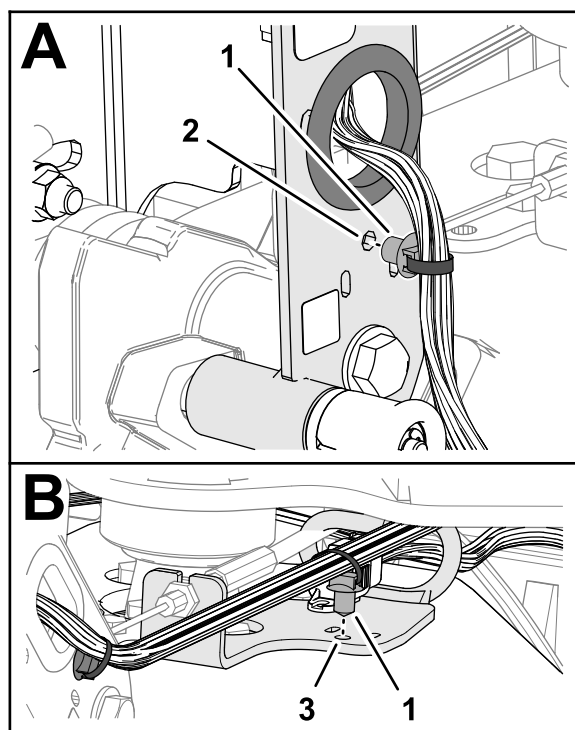

図 10
4. マシンのハーネスの押し込みアンカーを、ハンドルバーのチャンネル部材の穴に押し込む 図 10。